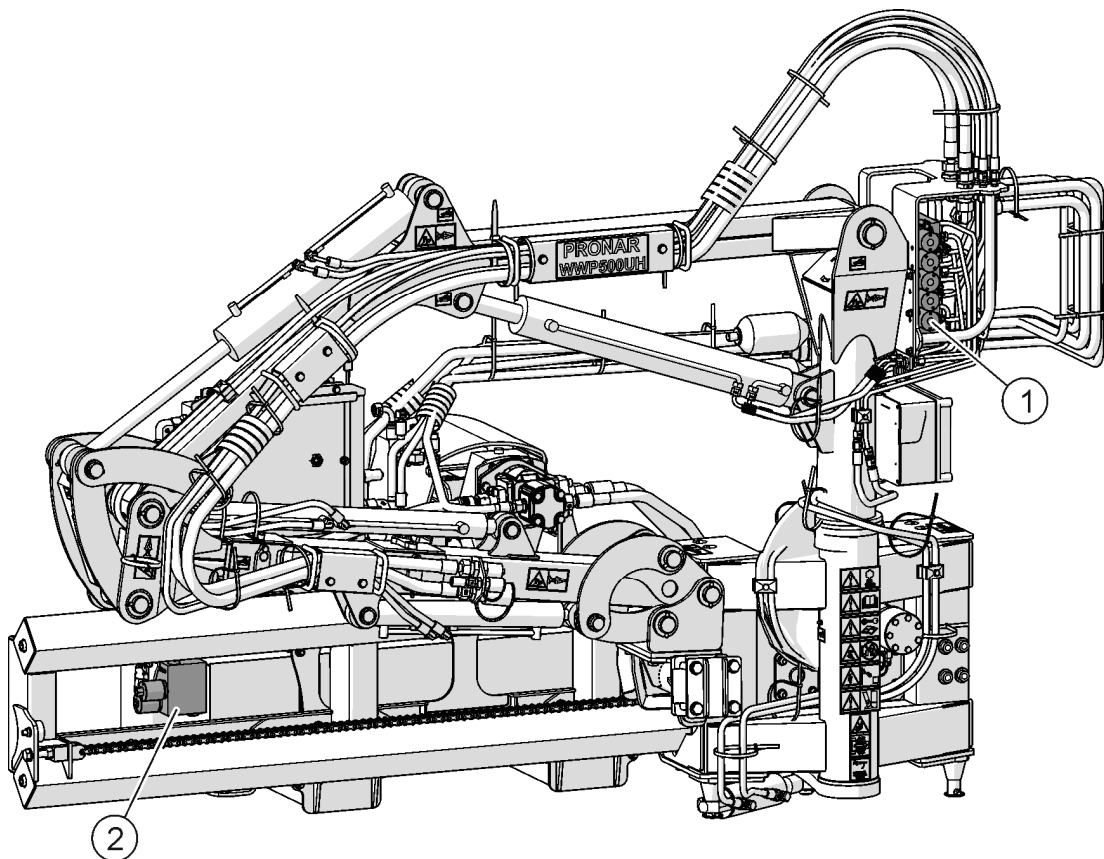

FIGURE 5.4 Distributeurs électro-hydrauliques.
(1)- distributeur électrohydraulique des actionneurs des bras du système de support ; (2)- distributeur électrohydraulique du moteur hydraulique de la tête de travail.
Le distributeur électro-hydraulique (1) (FIGURE 5.4) est utilisé pour contrôler cinq actionneurs hydrauliques du système de support. Le distributeur monobloc (2) permet de démarrer le moteur hydraulique de la tête de travail. Les distributeurs sont contrôlés à l'aide du panneau de commande depuis l'intérieur de la cabine porte-outils. L'état des joints du distributeur doit être vérifié quotidiennement.